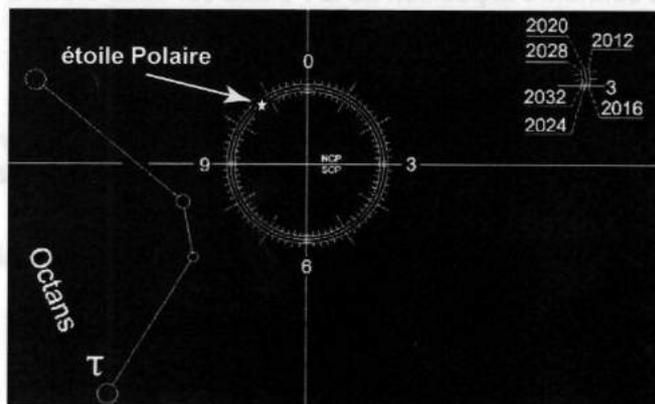

Fig. 24
3. Placez l'étoile Polaire à la position indiquée par le logiciel en utilisant les vis de réglage de la base équatoriale ou en inclinant et tournant la tête photo (Fig. 24). Si vous n'avez pas accès à un logiciel, reportez-vous au **chapitre 4.3.**